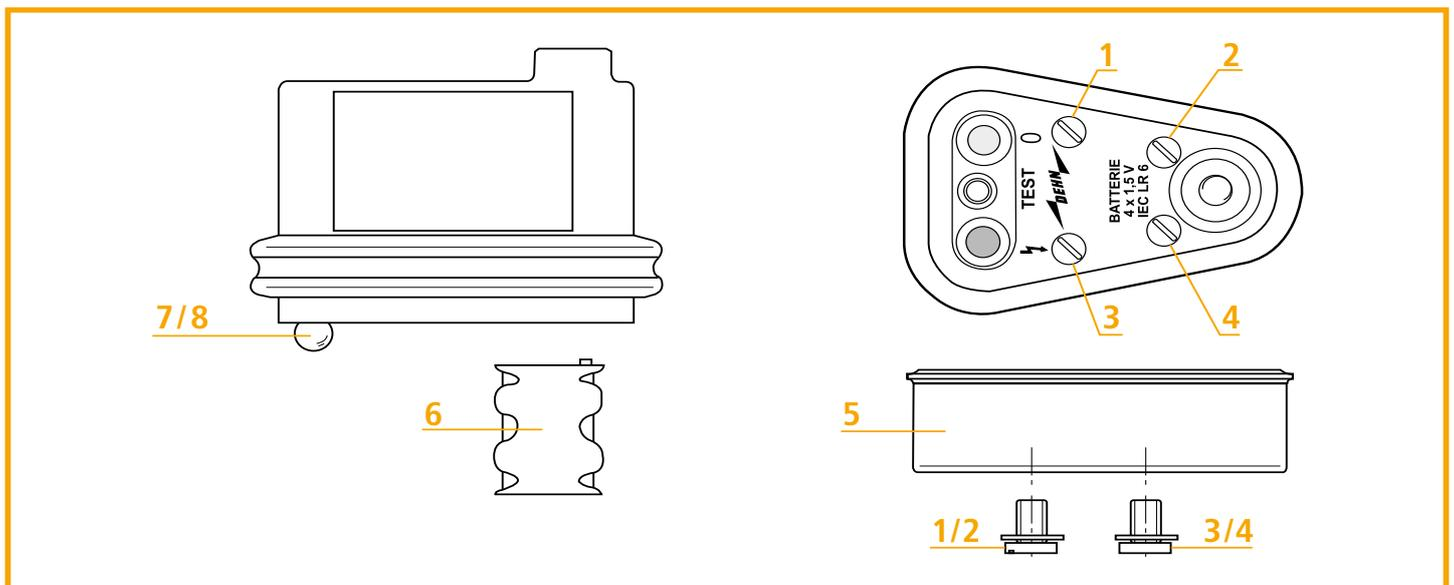

Bild 5
6.1 Batteriewechsel (siehe Bild 5)
6.2 Lampenwechsel (siehe Bild 5)